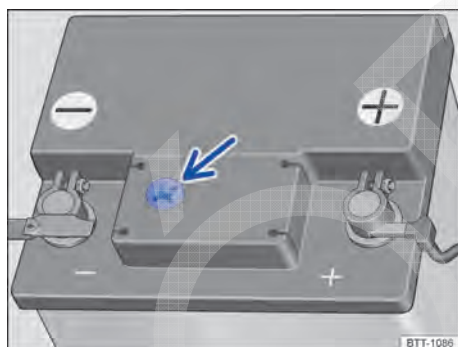

Fig. 229 Representação esquemática: visor no lado superior da bateria do veículo.
- Providenciar iluminação suficiente para poder identificar o indicador colorido dentro do visor redondo no lado superior da bateria do veículo ⇒ **Fig. 229** (seta pequena). Jamais utilizar chamas expostas ou objetos incandescentes como iluminação.